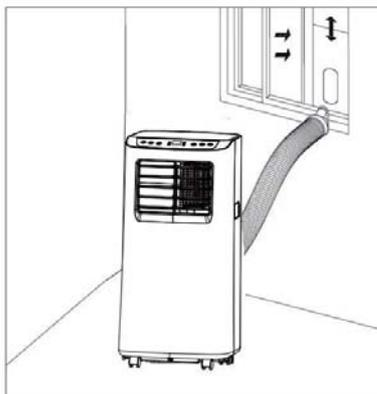

Abb. 5
- 2) Verlängern Sie das Abluftrohr und rasten Sie dann das flache Ende des Abluftrohrs in der Öffnung des Abluft-Fenstereinsatzes ein (siehe Abb. 5 und 6).